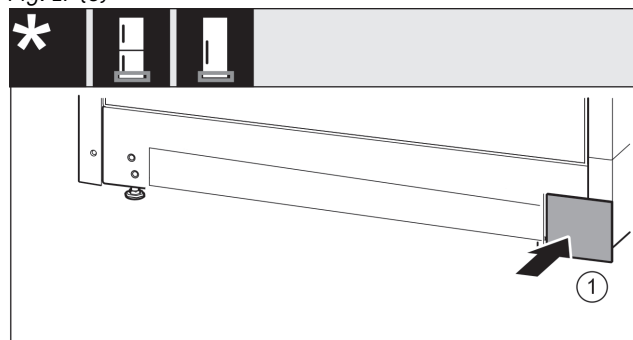

Fig. 18
- ▶ Τοποθετήστε ξανά το κάλυμμα στην άλλη πλευρά. Fig. 18 (1)